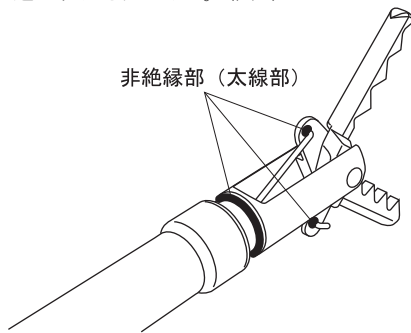

図4
- (14) 本製品の金属部が術者・介助者に触れた状態で通電しないこと。本製品のハンドルが濡れている状態で通電しないこと。術者・介助者が熱傷をするおそれがある。
- (15) 患者が、導体に触れないようにすること。術者・介助者は、絶縁性のある防水性手袋を着用すること。挿入部が絶縁されていない処置具と同時に使用しないこと。患者の皮膚に触れている状態では、通電しないこと。患者の衣服が濡れた状態では、通電しないこと。本製品の金属部が術者・介助者に触れた状態で通電しないこと。本製品のハンドルが濡れている状態で通電しないこと。体腔内の組織に付着している粘液を吸引してから通電すること。先端部と内視鏡先端の金属部が接触した状態で通電しないこと。挿入部のチューブに切れや剥がれがある場合には使用しないこと。熱傷を起こすおそれがある。
- (16) 挿通しにくい場合は、本製品を無理に押し込まないこと。内視鏡が損傷するおそれがある。
- (17) 本製品がわん曲部に引っ掛かって挿通しにくい場合は、本製品を無理に押し込まないこと。
- (18) 先端部の爪を閉じた状態で、内視鏡からゆっくり引き抜くこと。内視鏡が損傷するおそれがある。
- (19) 先端部の爪が開閉しにくい場合および爪が開かない場合は、内視鏡のわん曲角を戻し、爪を閉じた状態で、内視鏡から引き抜くこと。それでも何らかの理由で爪が閉じない場合は、A コードを外し爪を内視鏡鉗子口の開口部付近まで戻し、組織を傷つけないように注意しながら、内視鏡と高周波はさみ鉗子を一緒にゆっくりと引き抜くこと。引き抜いた本製品の点検を行い、異常がある場合には使用を中止すること。
- (20) 使用中に、切れ味が悪くなったり、断線、接触不良等で切れなくなった場合は、使用を中止し、内視鏡からゆっくりと引き抜き、あらかじめ準備してある予備の本製品や A コード、高周波電源装置と交換すること。
- (21) 組織の付着や炭化などにより、先端部の爪が開かなくなった場合には、内視鏡からゆっくりと引き抜き、軟らかい歯ブラシや滅菌ガーゼなどを使用して、先端部に付着した組織などを除去すること。それでも、何らかの理由で爪が開かない場合には、使用を中止し、あらかじめ準備してある予備の本製品と交換すること。
- (22) 先端部全体が内視鏡の視野に入った状態で通電すること。高周波処置により熱くなった先端部が内視鏡先端部に触れると、内視鏡を損傷するおそれがある。
- (23) 先端部には絶縁性のコーティングが施している。ただし、高周波処置などによりコートが剥離したり、コーティングに極めて小さな孔（ピンホール）が存在したりすることもあり、絶縁性を保証するものではない。また、先端部周囲が体液などにより濡れていると、その体液などを介して導電部から電流が流れるおそれがあるので、絶縁性のコーティング面であっても組織に接触させた状態で通電すると、穿孔や熱傷を起こすおそれがある。
- (24) 爪を開いた状態では、通電しないこと。先端部の爪を開いた状態にすると、爪の内側や先端部の非絶縁部が露出する。その状態で通電すると、非絶縁部が組織に触れて、穿孔や熱傷を起こすおそれがある。（図4）